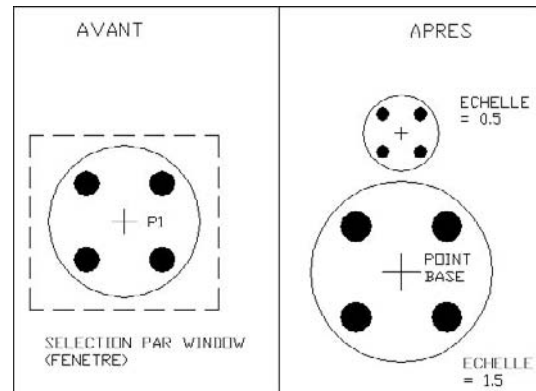

Fig.6.4
- 1 Exécuter la commande de changement d'échelle à l'aide d'une des méthodes suivantes (fig.6.4) :